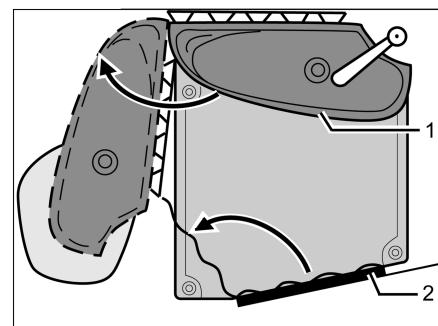

Fig. 378 Inodoro Vario
- Girar el lavabo con la pared dorsal (Fig. 378,1) en direcciòn de la flecha.
- Entrar en el cuarto de aseo, cerrar la puerta de entrada (Fig. 378,2) desde dentro y bloquearla.